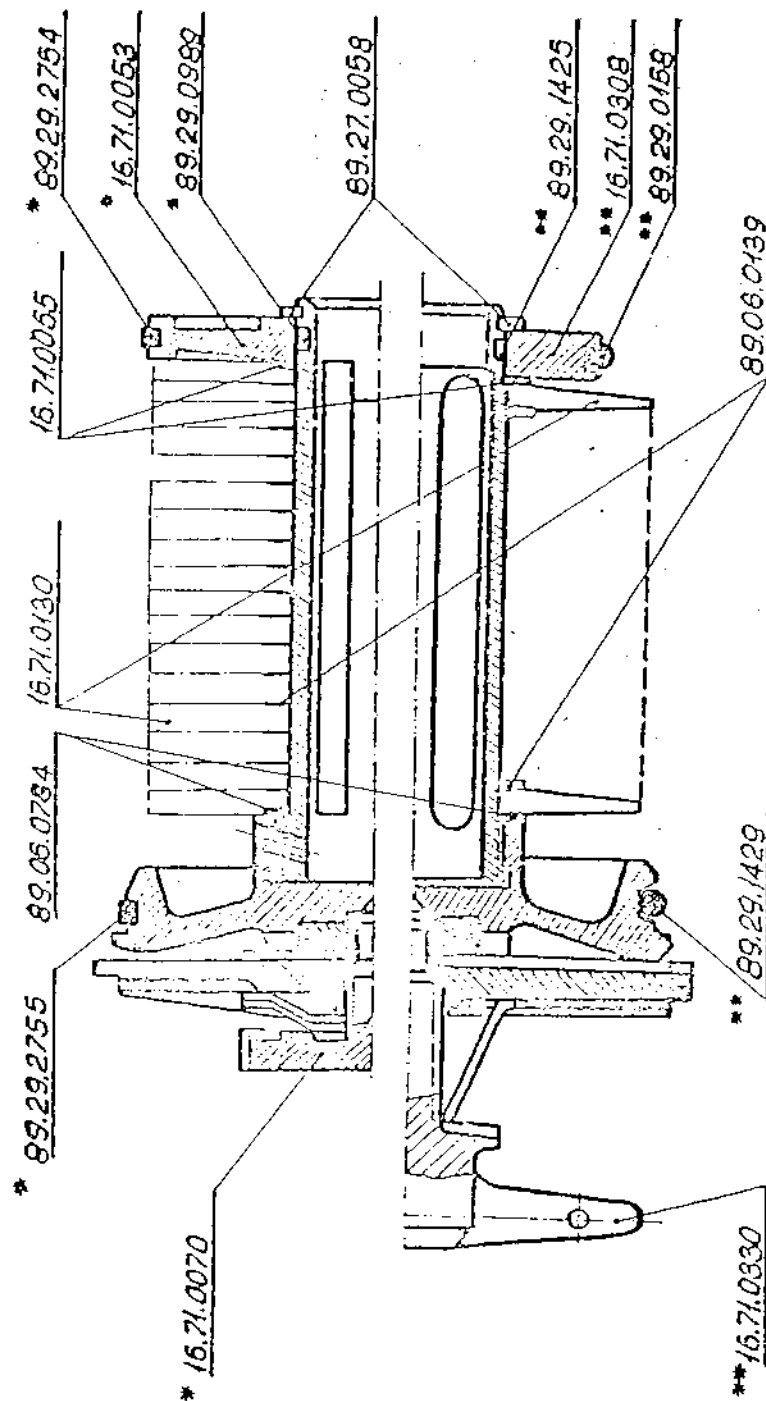

Рис. 7.7. Схема маслофильтра.
Способ выполнения работ (рис. 7.7.)
5. Узлы и детали, обозначенные на рис. 7.7. одной звездочкой, устанавливаются только в маслофильтры двигателей первой серии, а двумя звездочками – в маслофильтры двигателей II, III и IV серий и могут устанавливаться в маслофильтры двигателей I серии при условии замены корпуса фильтра.